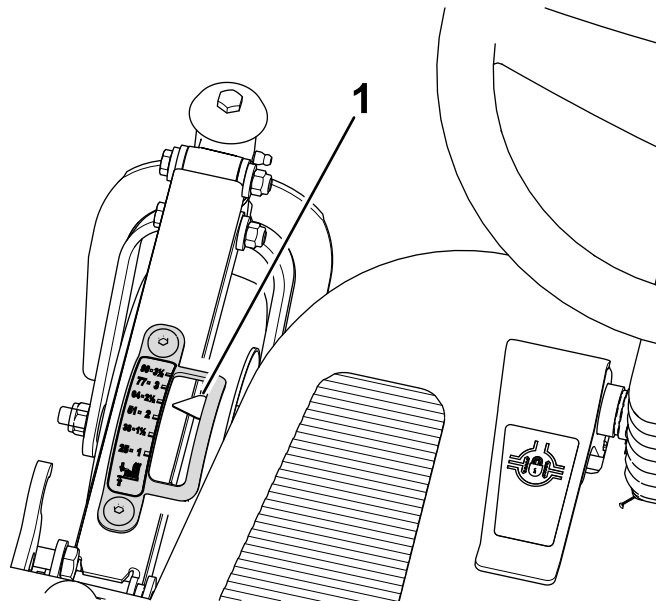
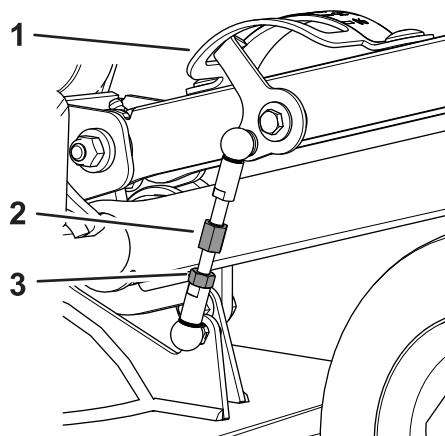

Bild 105
Bild 106
2. Setzen Sie sich auf den Sitz und schauen Sie auf den Zeiger der Schnitthöhenanzeige (Bild 105).
- A. Lösen Sie die Klemmmutter, mit der der Schnitthöhenlenker befestigt ist (Bild 106).
- B. Drehen Sie den Lenker, bis der Zeiger der Schnitthöhenanzeige (aus der Sicht vom Bediener) auf die 64-mm-Markierung ausgerichtet ist (Bild 105 und Bild 106).
- C. Ziehen Sie dann die Klemmmutter fest (Bild 106).